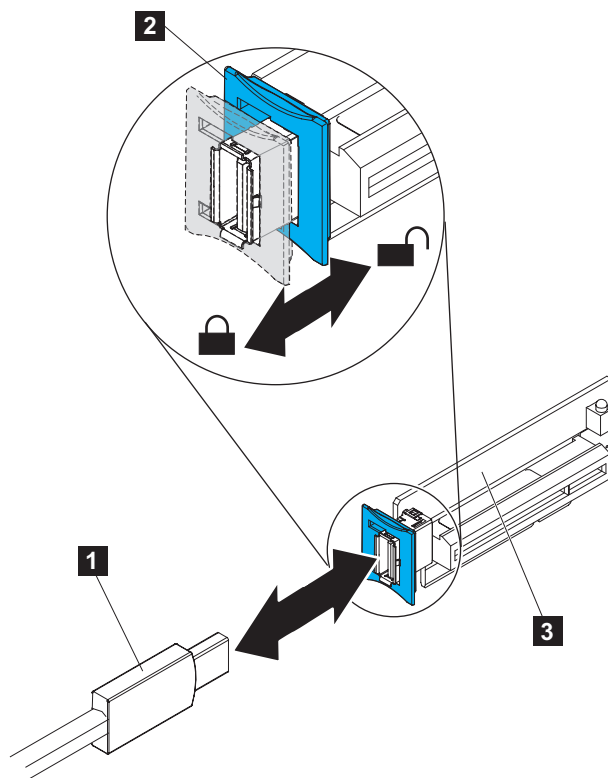

図 81. USB ライザー・カード上の USB サービス・コントローラー・ケーブル・コネクタ
- c. 青色ロック・バー (107 ページの図 81 の **2**) をつかみ、USB ライザー・カード・アセンブリー (**3**) の方向にスライドさせてアンロック位置にし、コネクターから USB ケーブル (**1**) を取り外します。
b. USB サービス・コントローラー・ケーブル（図 81 の **1**）を USB ライザー・カード・アセンブリー（**3**）のコネクタに位置合わせし、しっかり収まるまでコネクタに押し込みます。